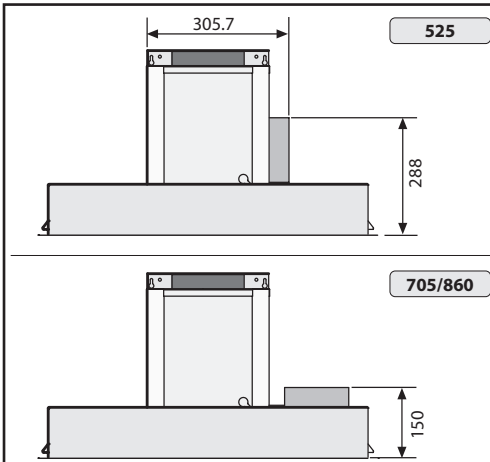

Fig. 4
- Per le quote d'ingombro della cappa fare riferimento alla **Fig.4**.